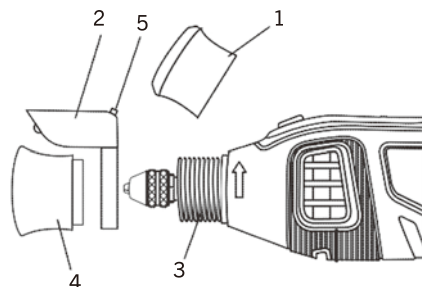

Figure 9
1. Retirez l'écrou parapluie standard de l'outil (1) en le faisant tourner dans le sens antihoraire (figure 9).
2. Alignez le trou de fixation de la lampe baladeuse (2) avec l'extrémité fileté du boîtier de l'outil (3).
3. Enfitez l'écrou parapluie (4) sur l'extrémité fileté de l'outil dans le sens horaire.